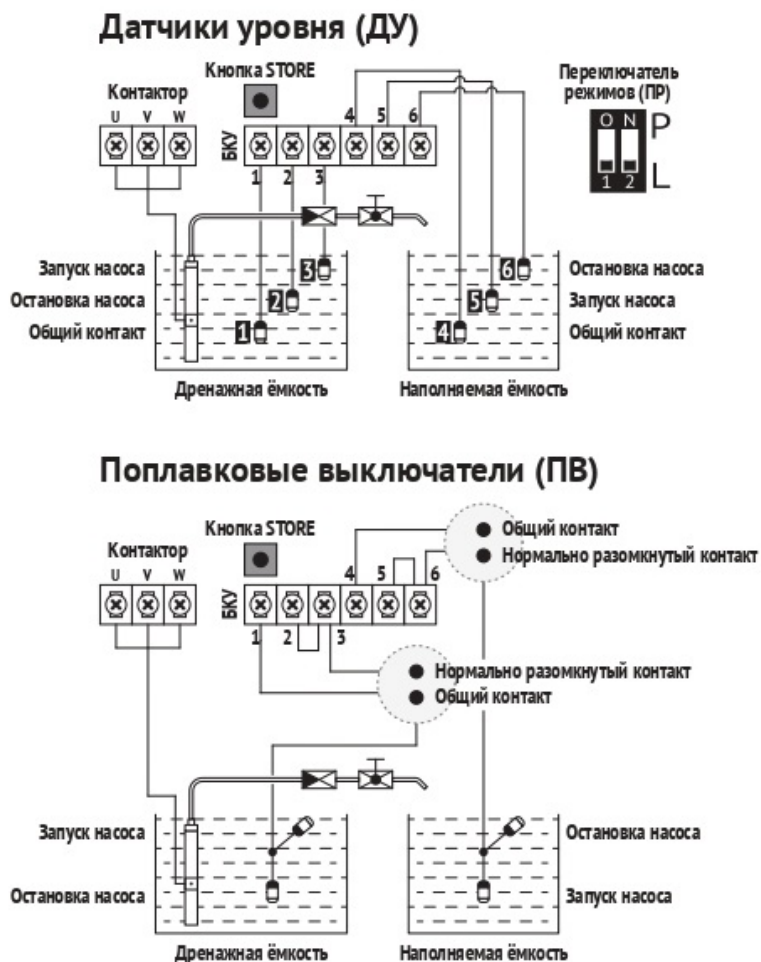

Рис. 6
- Подключите ДУ или ПВ к контактам БКУ, установите их в наполняемой и дренажной ёмкостях согласно схемам на рис. 6 (ПВ и дополнительные ДУ не входят в комплект поставки и приобретаются отдельно).
- Установите рычажки ПР в положение, показанное на рис. 6.
- Подключите ДУ или ПВ (в комплект не входят) к контактам **1**, **2** и **3** БКУ и установите их в дренажной ёмкости согласно схемам на рис. 6.